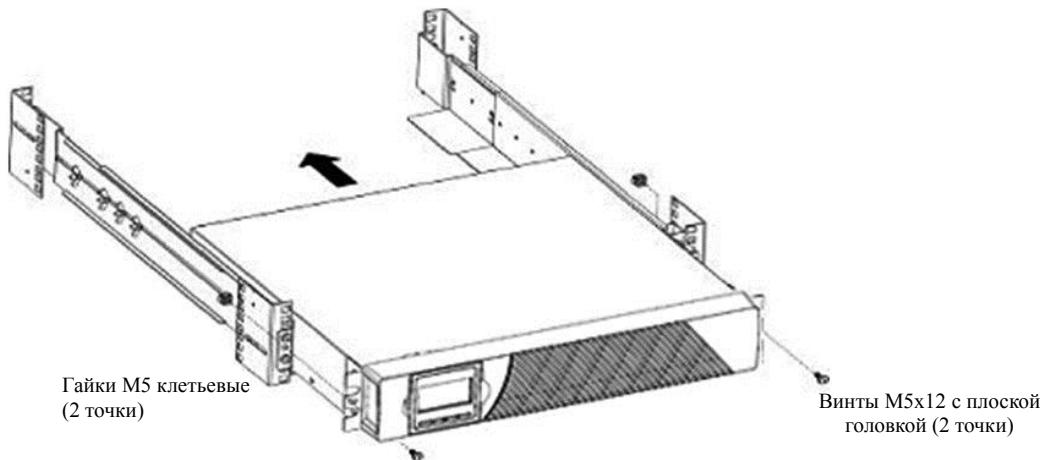

Рисунок 4 Крепление ИБП в шкафу спереди
- j) Закрепите ИБП в шкафу спереди при помощи одного винта M5x12 с плоской головкой и одной клетевой гайки M5 справа и слева (см. рисунок 4). Вставьте нижний винт на каждой стороне через нижнее отверстие монтажного кронштейна и нижнее отверстие направляющей.